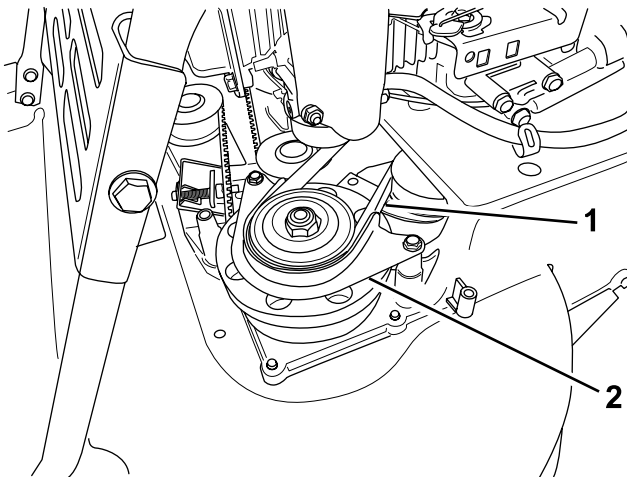

Рисунок 46
7. Снимите ограждение ремня тормозной муфты ножа (Рисунок 46).